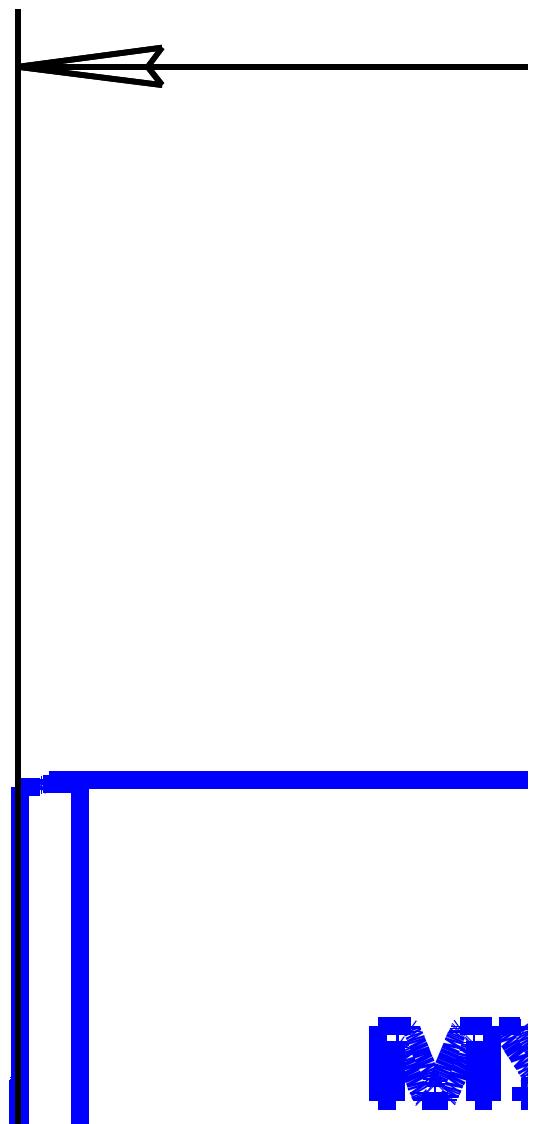

Рисунок 1 - Общий вид печи
- снять панель канала паросброса поз.33, снять панель жалюзи поз.34 (рисунок 1);
Открыть левую дверь поз.2, открыть дверь шкафа поз.17 (см. рисунок 1) с силовым электрическим оборудованием панели управления, перевести в положение «I» автоматические выключатели QF1, QF2, QF3.